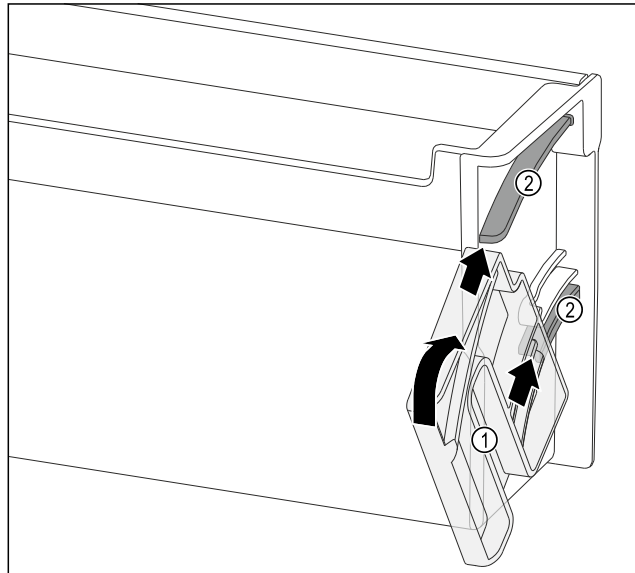

Fig. 116
- ▶ Dreheinheit Fig. 116 (1) so positionieren, dass die Aussparungen genau gegenüber den Führungskanälen Fig. 116 (2) des Türabstellers liegen.
- ▶ Dreheinheit Fig. 116 (1) in die angegebene Richtung drehen.